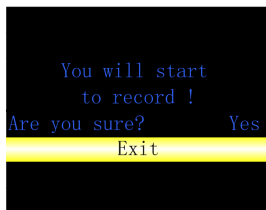

Figure 5.6 Menu de configuration de l'enregistrement
- 1) Lorsque « Enregistrement » est « OFF », le sélectionner pour entrer dans le menu de configuration de l'enregistrement indiqué à la Figure 5.6. L'information d'invite « You will start to record! Are you sure ? » (L'enregistrement va commencer ! Voulez-vous continuer ?) s'affiche sur l'interface, sélectionner « Exit » (Quitter) après avoir réglé sur « Yes » pour entrer dans l'interface